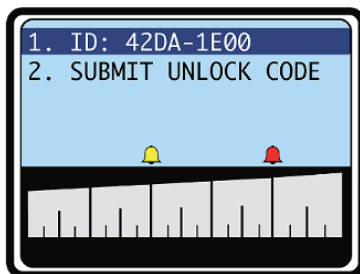
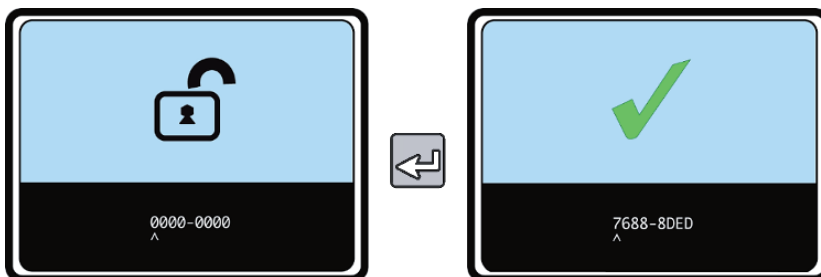

Abb. 16: Bildschirm „Entsperrfunktionen“
Abb. 17: Entsperrbildschirm – Eingeben des Entsperrcodes, Code akzeptiert
Wenn Sie den Entsperrcode von ENVEA UK erhalten haben, kehren Sie zum Bildschirm „Entsperrungsfunktionen“ zurück (siehe ABBILDUNG 16), und gehen Sie wie folgt vor:
3. Wählen Sie die Option 2 Entsperrcode eingeben, und drücken Sie RECHTS zum Aufrufen des Bildschirms Entsperren (ABBILDUNG 17). Geben Sie dann den von ENVEA UK übermittelten Entsperrcode mit der Taste RECHTS ein, um von einer Stelle zur anderen zu wechseln, und mit den Tasten AUF/AB, um den Wert zu ändern.
- a. Wenn der richtige Code eingegeben wurde, zeigt der Bildschirm ein grünes Häkchen an (ABBILDUNG 17). Das Gerät identifiziert und aktiviert nun die zusätzliche Funktion (kehren Sie anschließend zum Bildschirm „Entsperrungsfunktionen“ zurück, siehe ABBILDUNG 16 oben).